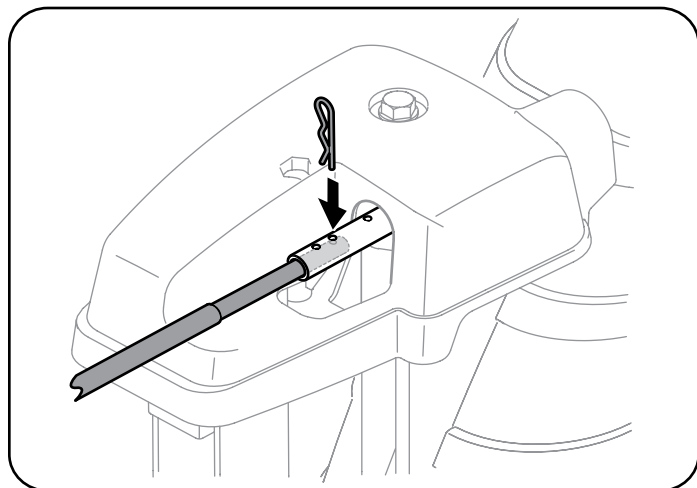

Figura 32
- Oprima la varilla de control del canal hacia el panel de control hasta que el orificio de la varilla quede alineado con el orificio del medio de la entrada del control del canal e inserte el pasador de chaveta (a) que extrajo en el Paso 1. Consulte Figura 32.